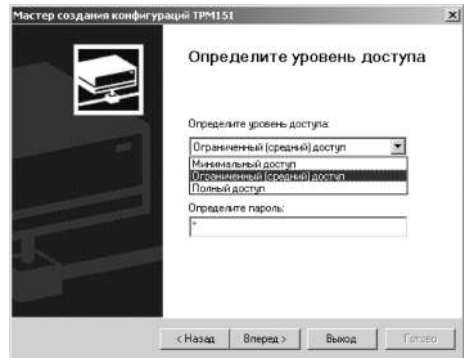

Рисунок 10.3
**Если модификация успешно считана**, на экране появится окно с приглашением выбрать уровень доступа (см. рисунок 10.3).
Выбирается модификация прибора («Модификация № 3»). Нажимается кнопка [Вперед>] – открывается окно с приглашением выбрать уровень доступа (рисунок 10.3). Осуществляется переходите к п. 4.